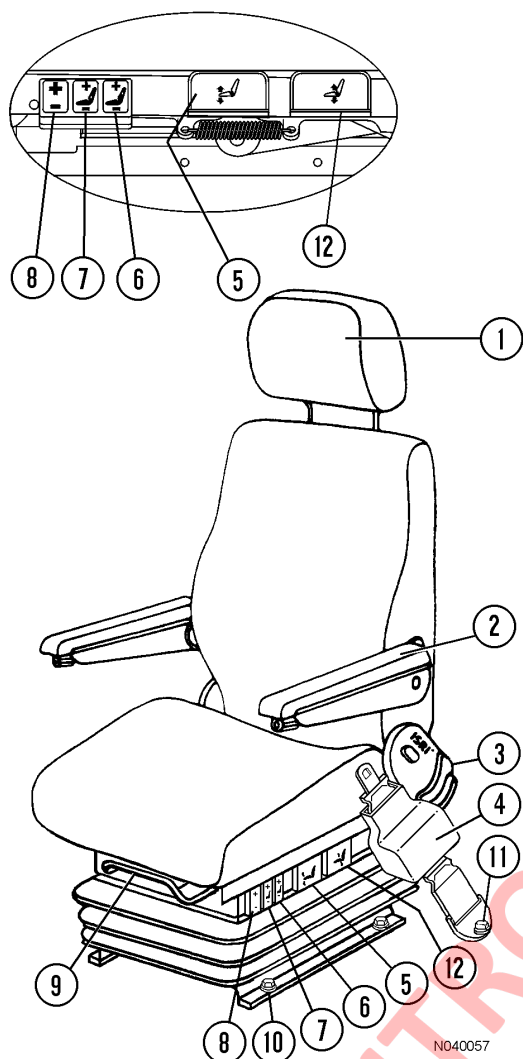

FIGURA 3-5. CONTROLES DE AJUSTE DEL ASIENTO DEL OPERADOR
1. **Apoyacabeza:** (1, Figura 3-5) Se puede mover hacia arriba, abajo, adelante y atrás para ajustarlo a la posición deseada.
3. **Respaldo:** Levante la palanca de ajuste del respaldo (3) y libérela para seleccionar el ángulo deseado. Libere la palanca de control para fijar el ajuste.
4. **Cinturón de seguridad:** El operador debe tener el cinturón de seguridad (4) abrochado en su lugar y debidamente ajustado cuando el vehículo esté en movimiento.
5. **Inclinación del asiento:** Levante y sostenga la palanca de inclinación del asiento (5) para ajustar la inclinación del asiento. Suelte la palanca para fijar el ajuste.
6. y 7. **Soporte lumbar de aire:** Cada interruptor oscilante (6 o 7) controla una almohadilla de aire. Un interruptor (7) controla la almohadilla de aire inferior y el otro (6) controla la almohadilla de aire superior. Para inflarlas, mantenga presionada la parte superior del interruptor oscilante hasta obtener el soporte deseado, luego suéltelo. Para desinflarlas,